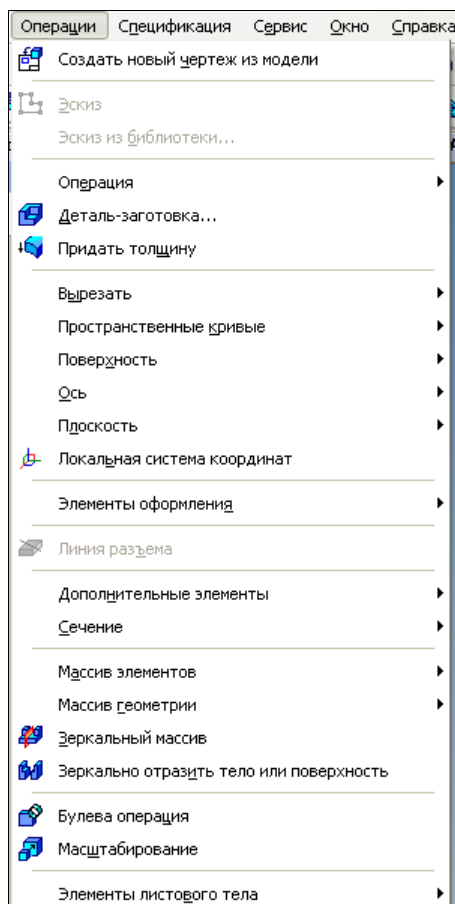

Рис. 16.3. Выпадающее меню пункта **Операции**
- ◆ **Операции** — содержит основные команды для построения модели детали (рис. 16.3). Это меню довольно громоздко. Для выполнения его команд требуется опыт;